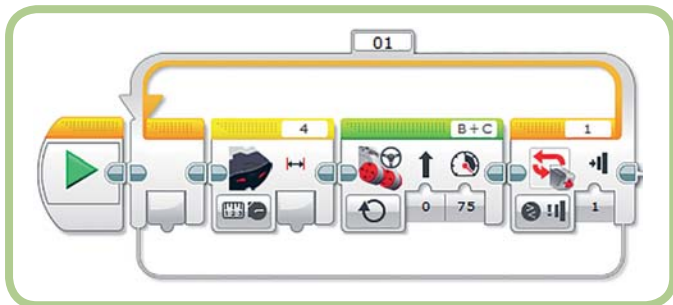

Рис. 8.6. Программа GentleStop перед подключением шины данных
3. Добавь блоки, изображенные на рис. 8.6. В блоке **Рулевое управление** (Move Steering) используется режим **Включить** (On), а в блоке **Инфракрасный датчик** (Infrared Sensor) — режим **Измерение** (Measure) ⇒ **Приближение** (Proximity).
Входными данными для изображенного на рис. 8.6 блока **Рулевое управление** (Move Steering) являются значения параметров **Рулевое управление** (Steernig) и **Мощность** (Power). В блоке **Инфракрасный датчик** (Infrared Sensor) в той конфигурации, в которой он представлен на рис. 8.6, не предусмотрены никакие входные данные; значение параметра **Приближение** (Proximity) — это выходные данные блока. Подтверждением того, что это именно выходные данные, служит небольшой полукруг на нижней границе серого квадрата (называемого *выводом*). Обрати внимание на то, что входные данные блока, например **Рулевое управление** (Move Steering), отображены в квадрате с полукругом вверх (называемом *вводом*).